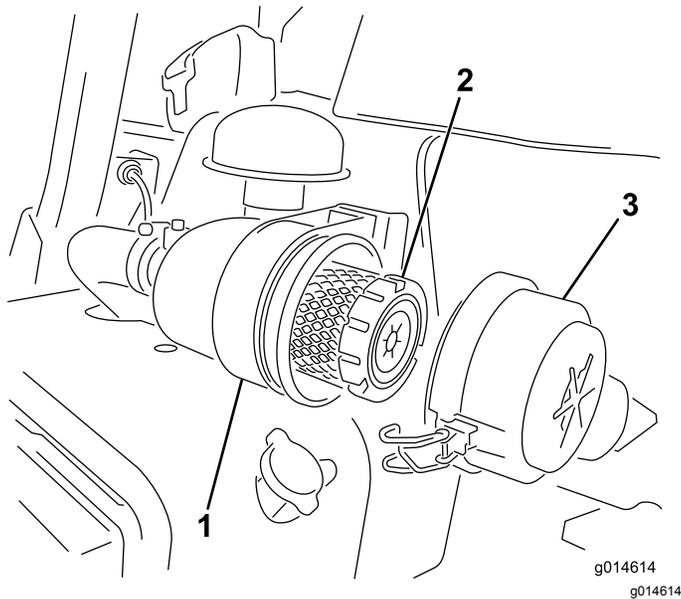

Figura 38
1. Abra los enganches que sujetan la tapa del limpiador de aire a la carcasa del limpiador de aire (Figura 38).
7. Cierre los enganches (Figura 38).